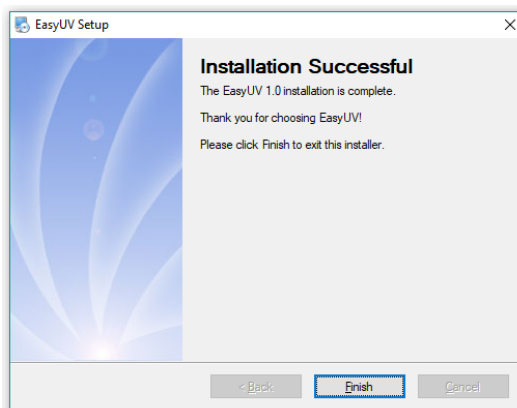

Fig. 2.3-2 Fine installazione
- Click **Finish** (Fig.2.3-2) to exit.